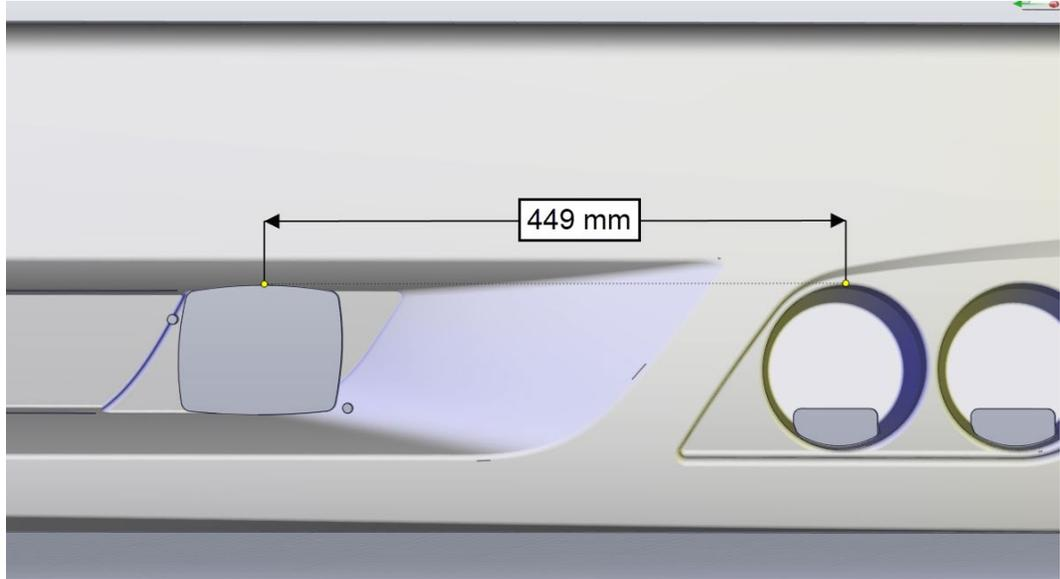

FIGURE 6
- À l'aide du gabarit (Figure 7), couper le recouvrement du parechoc tel que montré à la Figure 6.
- Percer deux (2) trous de 7mm de diamètre.